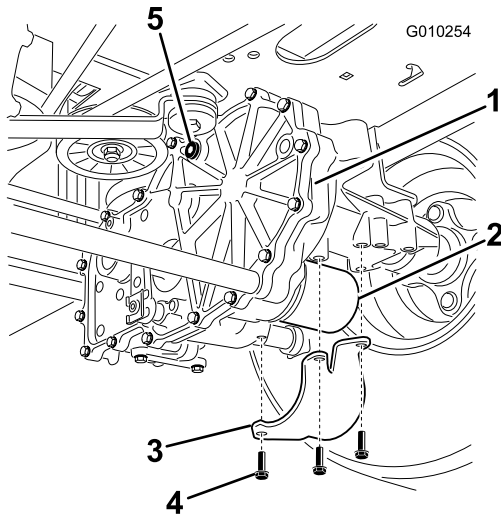

Bild 53
2. Ermitteln Sie den Filter und die Schutzvorrichtungen an jedem Getriebe (Bild 53). Entfernen Sie die drei Schrauben, mit denen die Filterschutzvorrichtung und die Schutzvorrichtung befestigt sind.